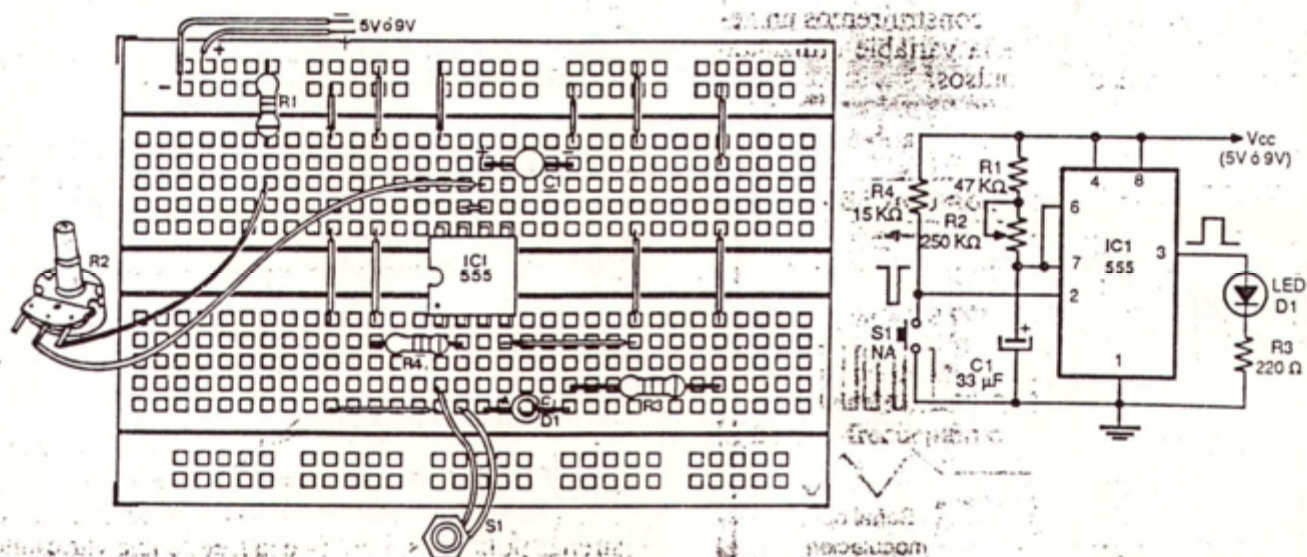

Fig. E28
En la figura E28 se muestra el circuito de prueba de un monostable con 555. El LED D1 visualiza el estado de la señal de salida. La resistencia R3 limita la corriente del LED a un valor seguro.
**Paso 1.** Arme el circuito de la figura E28 en su *protoboard*. Conecte el potenciómetro R2 y el pulsador S1 mediante alambres de longitud adecuada. Antes de encender la fuente, asegúrese de que todas sus conexiones estén correctas.